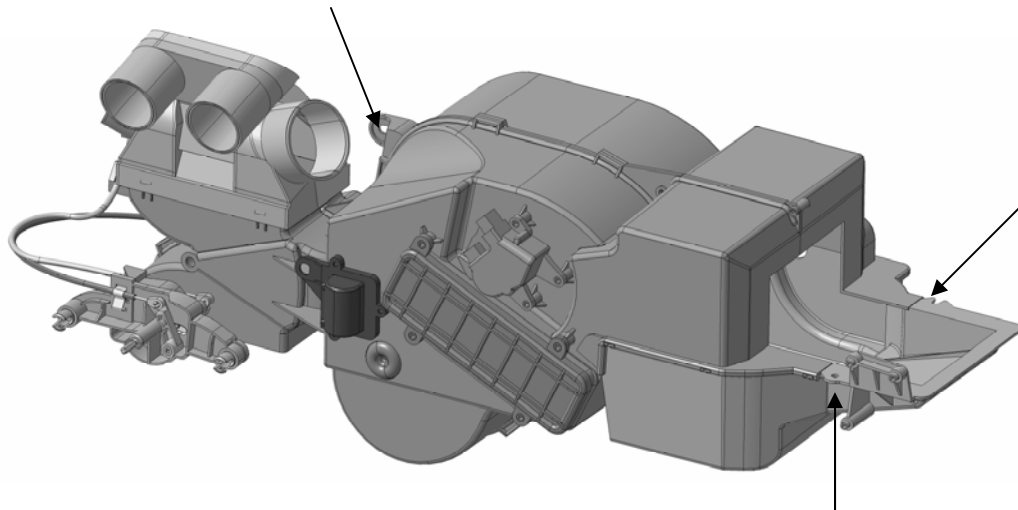

Рис. 7. Места крепления отопителя.
- отверните три гайки крепления отопителя к кузову (см. рис.7) и снимите отопитель.